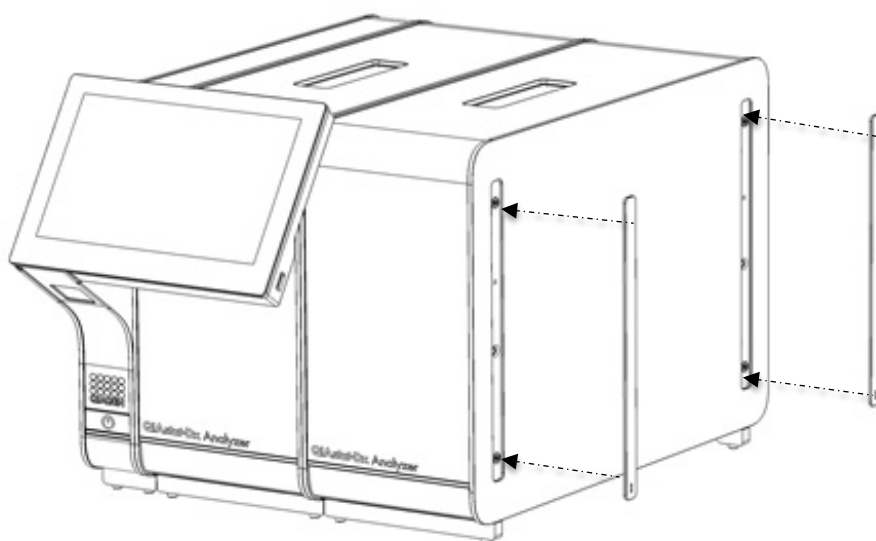

Bild 17. Sätt tillbaka skyddshöljerna på sidorna av den extra analytiska enheten.
5. Sätt tillbaka skyddshöljerna på sidorna av den extra analytiska enheten (bild 17).